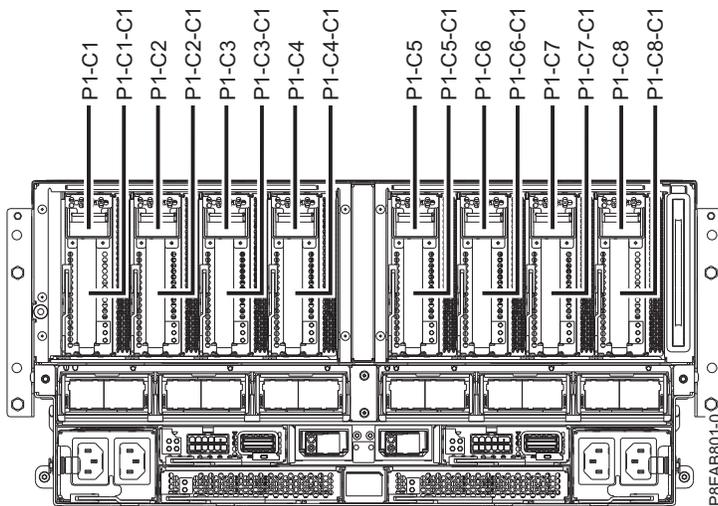

Abbildung 1. Positionen der PCIe-Adaptersteckplätze im System
1. Bestimmen Sie den Steckplatz, in dem Sie einen PCIe-Adapter installieren möchten. In Die PCIe-Adaptersteckplätze befinden sich an der Rückseite eines Systems. Abb. 1 auf Seite 2 werden die Positionscodes der PCIe-Adapter angezeigt.